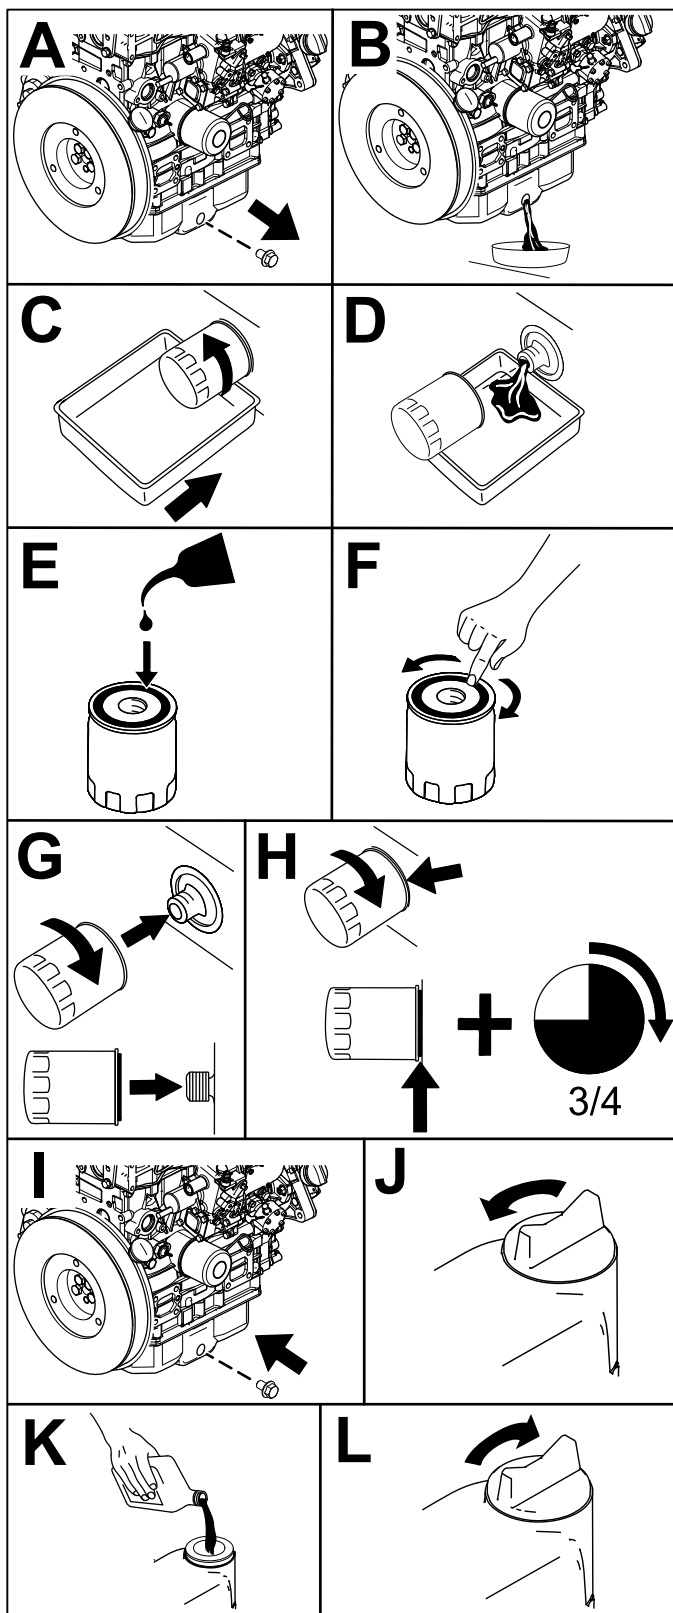

Figure 63
6. Vidangez l'huile moteur et remplacez le filtre à huile moteur comme montré à la Figure 63.